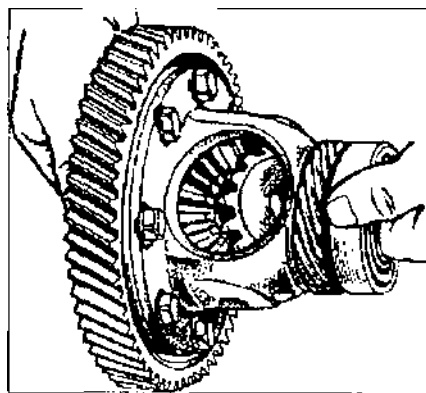

Рис. 4.2.42. Выкатывание шестерен полуоси из коробки дифференциала.
- Выкатить шестерни полуоси из коробки дифференциала и вынуть их через окна (рис. 4.2.42).